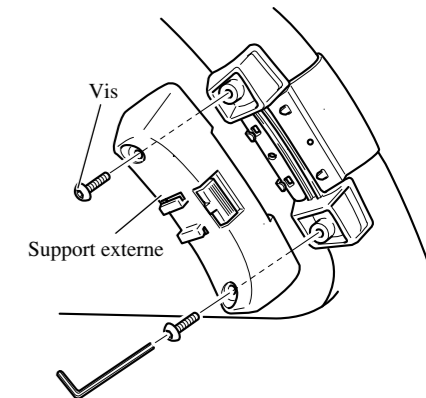

Fig. 16
3. Installer le support externe sur le support interne et fixer avec les vis. (Fig. 16)